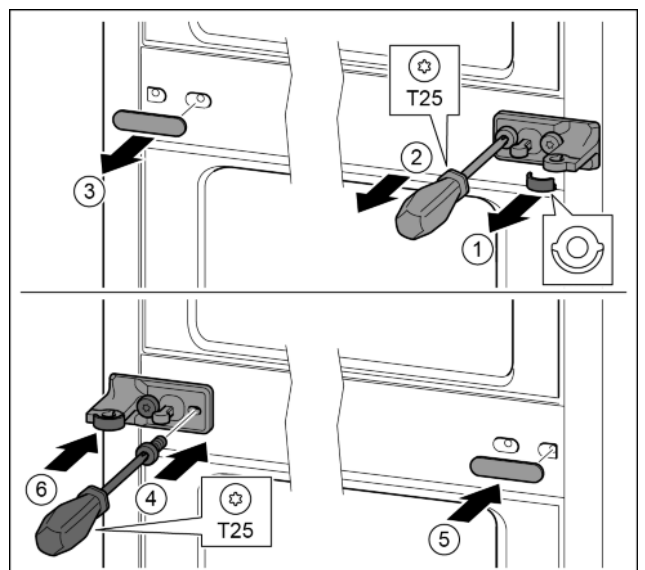

Fig. 28
- ▶ Снять шайбу. Fig. 28 (1)
- ▶ Выкрутить винты отверткой T25. *Fig. 28 (2)*
- ▶ Осторожно снять крышку. *Fig. 28 (3)*
- ▶ Плотнo прикрутить опорный кронштейн с подкладкой с поворотом на 180° с другой стороны. *Fig. 28 (4)*
- ▶ Установить крышку с поворотом на 180° с другой стороны. *Fig. 28 (5)*
- ▶ Спереди надвинуть шайбу. *Fig. 28 (6)*